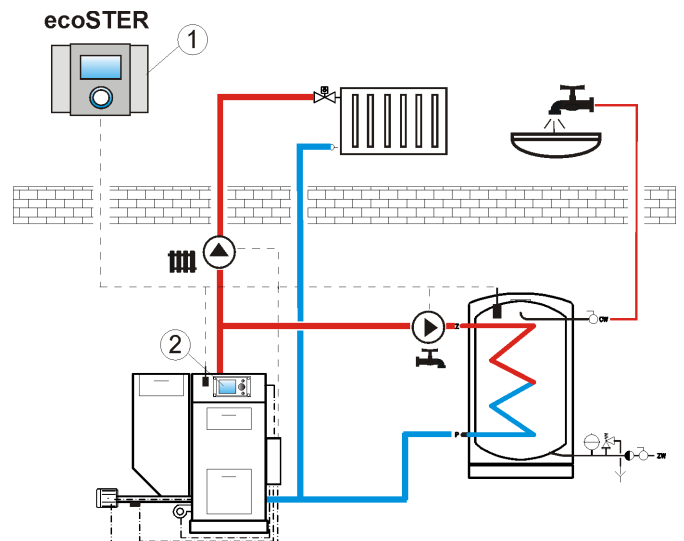

Abb. 7.41 Schema - Zusammenarbeit ecoSTER200 - ecoMAX; wobei: 1 - ecoSTER200, 2 - Kesselregler ecoMAX.
Um das Hauptdisplay des Kesselreglers ecoMAX (2) anzuzeigen (Abb. 7.4), drehen Sie während der Anzeige des Hauptdisplays für das Thermostat den Drehschalter mehrere Male nach rechts. Ein kurzer Knopfdruck bewirkt die Anzeige des Menüs des Kesselreglers. Dieses Menü ist analog aufgebaut wie im Kesselregler ecoMAX; halten Sie sich deshalb an die Anleitung für den Kesselregler.